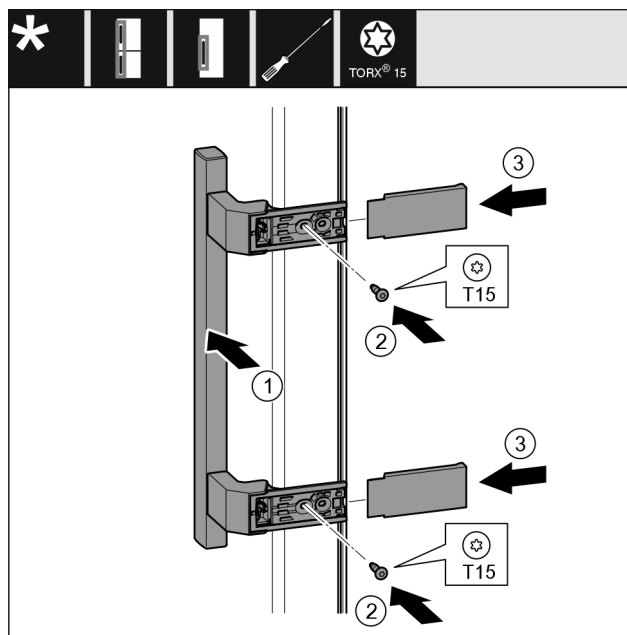

Fig. 19
- ▶ 将把手 Fig. 19 (1) 放到反面。
- ▶ 将螺钉 Fig. 19 (2) 用螺丝刀拧紧。
- ▶ 将盖板 Fig. 19 (3) 放置到侧面并插入。